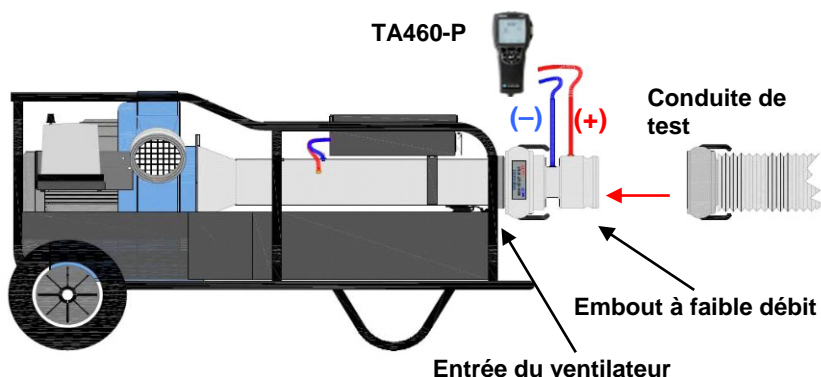

Figure 7
Fixer l'embout à faible débit à la conduite d'entrée du ventilateur (Figure 7).
1. Fixer la conduite de test à l'embout à faible débit (Figure 7).